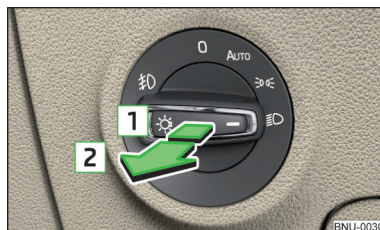

Fig. 65
- ✓ El interruptor de luz se encuentra en la posición **AUTO**, o » fig. 65.